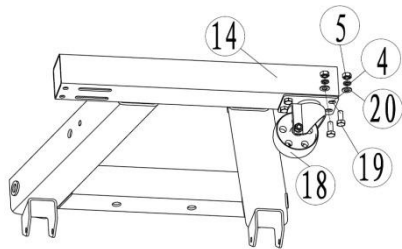

рис. 1
4.1. Закрепите задние колеса (18) к основанию (14) при помощи болтов (19), шайб (20), гроверов (4) и гаек (5) - рис.1.